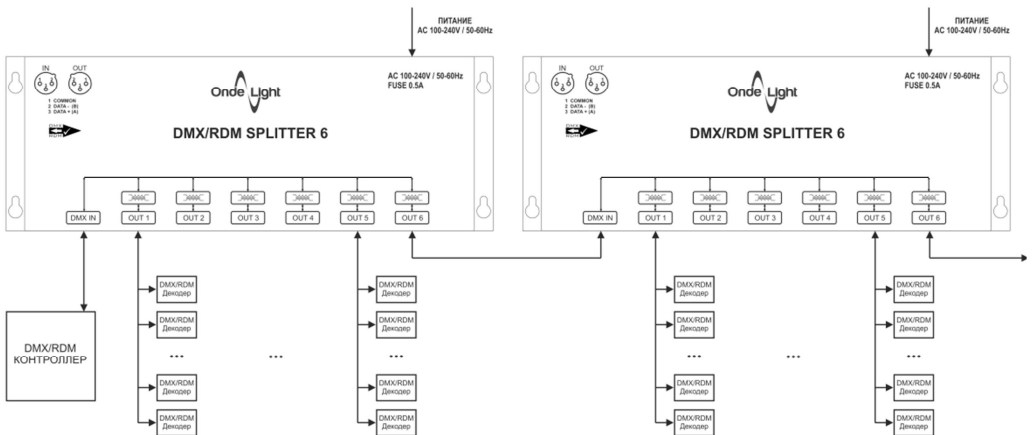

Рис.2 – Схема подключения изделия
- 4.1. Подключение изделия выполнять согласно схеме (см. рис. 2).